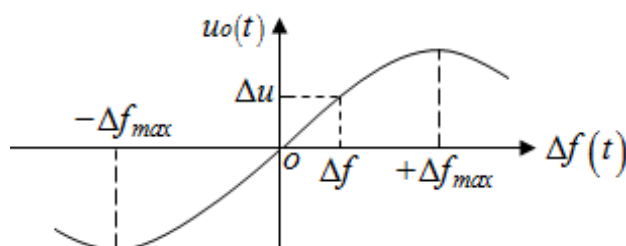

图 3.6.15 电容耦合相位鉴频器鉴频特性(S)曲线
(2) 仔细调节电容 C3(上下粗调)、C8(左右粗调)、C9(左右细调)和 W1 (上下细调), 直到屏幕上出现以坐标原点(8.5MHz, 0V)上下左右基本对称的鉴频特性(S)曲线, 如图 3.6.15 所示。